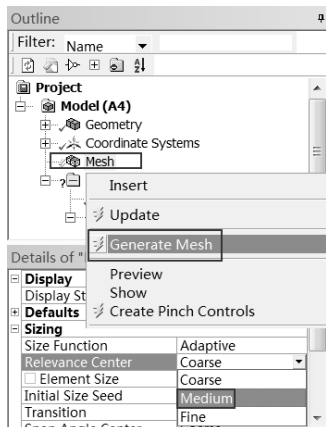

图 16-20 生成网格
Step1 :选择 Mechanical 界面左侧 Outline(分析树)中的 Mesh 选项 ,此时可在 Details of “Mesh” (参数列表)中修改网格参数。本例在 Sizing 的 Relevance Center 中选择 Medium ,如图 16-20 所示 ,其余采用默认设置。